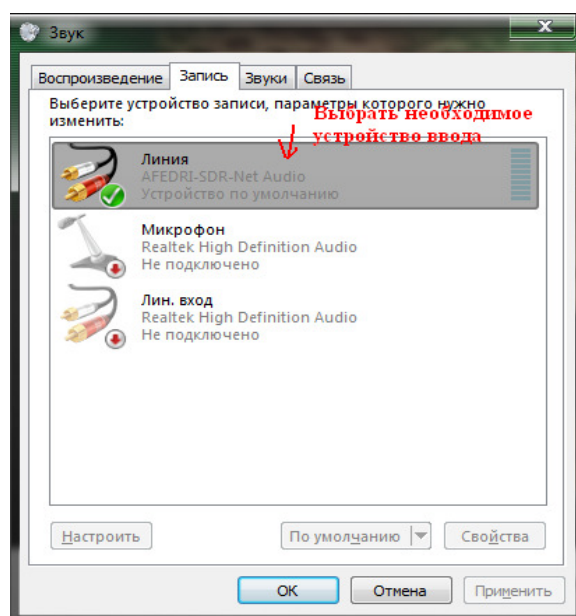

Figure 14 Окно «Звук»
- В открывшемся окне «Звук» перейти на закладку «Запись», выбрать устройство ввода которое соответствует приемнику AFEDRI SDR-Net и нажать кнопку «Свойства» см. рисунок **Figure 14**.